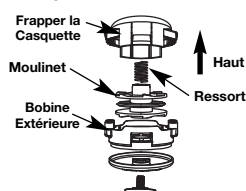

Fig. 21
- Retirez le couvercle soit en le faisant sauter, soit en le dégageant petit à petit, puis retirez la bobine (Fig. 21)
- Remplacez la bobine dans le couvercle de la bobine extérieure (Fig. 21).